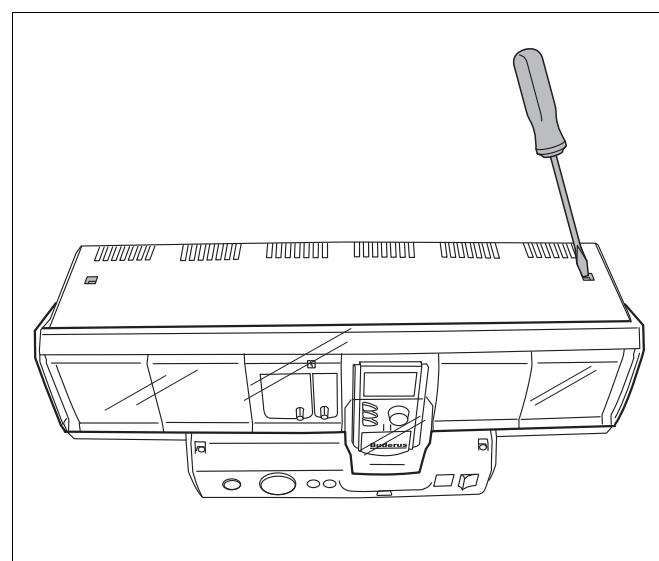

Рис. 2 Крышка системы управления, отверните винты!
- Отверните винты крышки и снимите ее с системы управления (→ Рис. 2).
- Откройте крышку системы управления (→ Рис. 2, стр. 6 и Рис. 9).